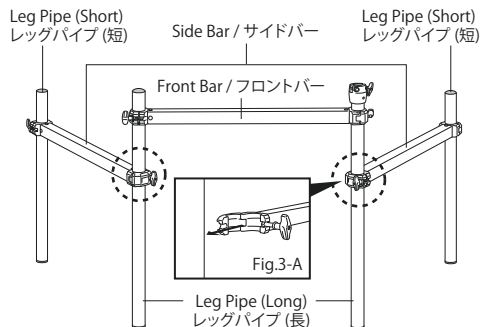

Fig.3
3. Connect the side Rack Extensions to the Front Rack as shown (Fig.3). Set to desired height then check to ensure front and side Rack Bars are level.
1.で仮組みしたレッグパイプ(長)に、2.で仮組みしたサイドバーの使用していないクランプ部を固定します(Fig.3-A)。その時、サイドバーが床に対して水平になるように位置を調整してください。反対側のサイドバーも同じようにセッティングしてください(Fig.3)。